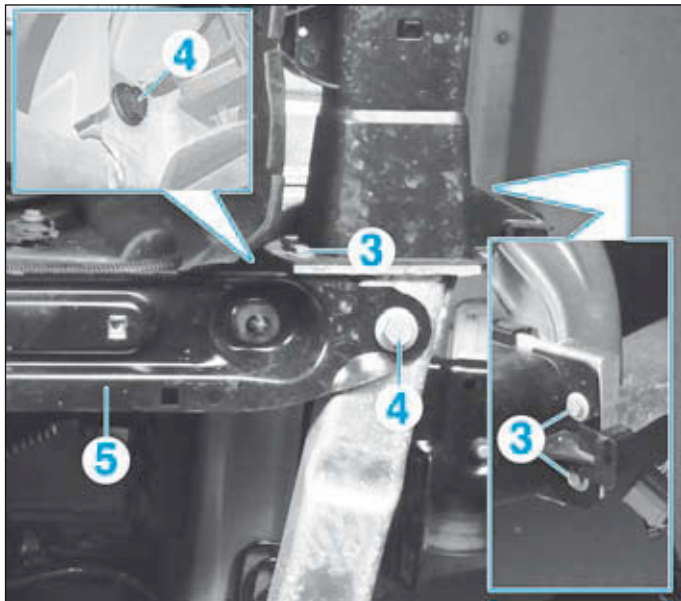

FIG.41
- Déposer de chaque côté (Fig.41) :
- les vis (3),
- les vis (4).
- Déposer la traverse (5).